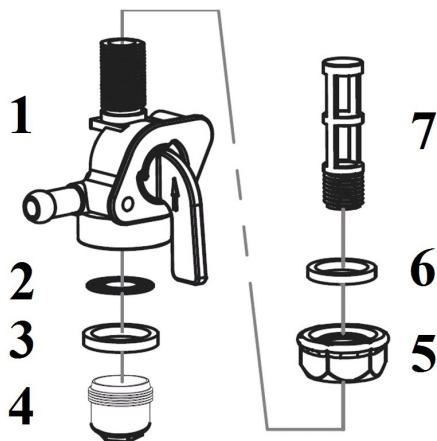

Рис. 19 Устройство топливного крана
Устройство топливного крана показано на Рис. 19.
2. Открутите контргайку 5 на 1-2 оборота (Рис. 19).
5. Извлеките из корпуса топливного крана 1 уплотнительное кольцо 3 и сетчатый фильтр 2 (Рис. 19).
6. Выкрутите из корпуса топливного крана сетчатый фильтр 7 (Рис. 19).